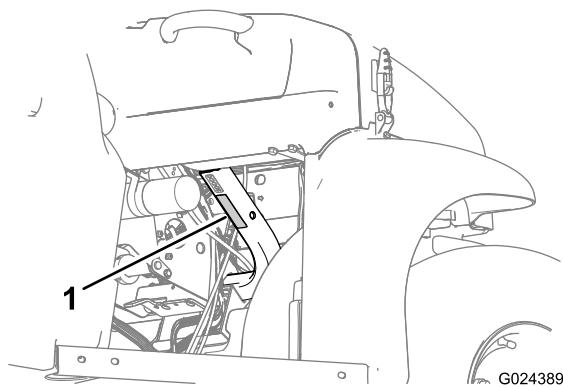

Figura 22
- Respeite a capacidade de peso da máquina e o limite de peso da carga que transporta na caixa de carga, conforme descrito em Especificações \(página 19\) e no autocolante do peso bruto da máquina (Figura 22).